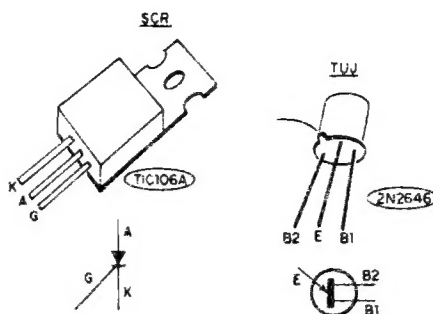

Fig. 3
- **FIG. 3 - DETALHES SOBRE COMPONENTES IMPORTANTES**... - Para auxílio dos iniciantes, a figura traz a aparência, pinagem e símbolos dos componentes ativos do circuito, ou sejam: o SCR e o TUJ. Quanto ao primeiro, a referência é o seu lado que apresenta uma lapela metálica, enquanto que no segundo, o referencial para identificação das "pernas" é uma pequena "orelhinha" ou saliência (indicada pela setinha) junto à base do corpo metálico... De qualquer modo, detalhes de estilização bastante claros, no "chapeado" da montagem (próxima figura), ajudarão ao eventual "começante" a **não errar...**